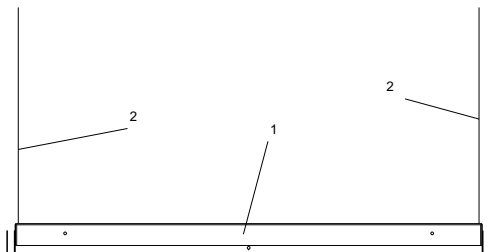

Рисунок 4
2.4 Встраиваемый монтаж производить в потолки типа «Грильято» для светильника ДВО 2001А, ДВО 2101А (см. рисунок 4). Светодиодную панель (1) установить в ячейку 590×590 потолка типа «Грильято» как показано на рисунке 4, подвесить светильник к несущему потолку крепёжными элементами (2). Крепёжные элементы (2) в комплект поставки светодиодной панели не входят.